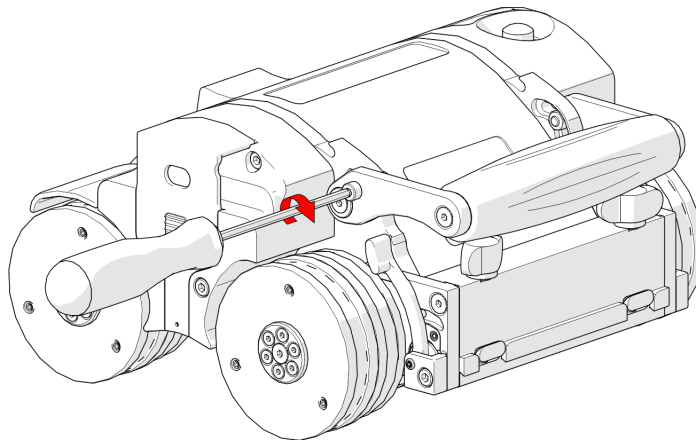

Abbildung 2-16 Anziehen der Halteschrauben
3. Ziehen Sie die Griffhalteschrauben danach fest (siehe Abbildung 2-16 auf Seite 57).